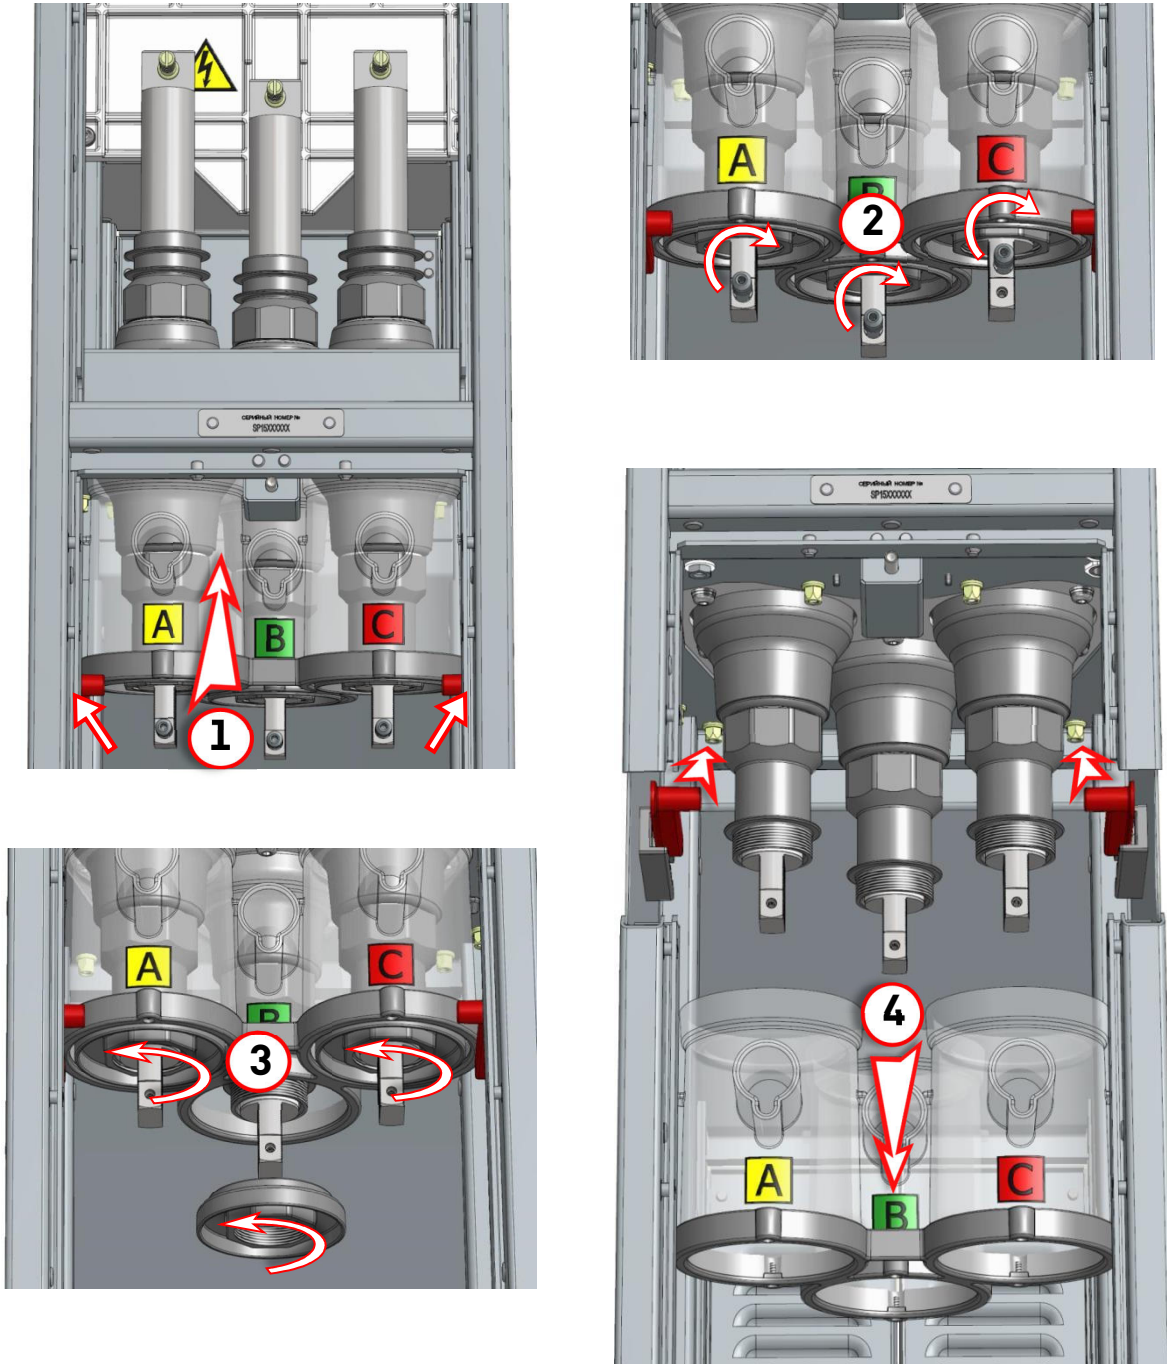

Рис.7.5. Демонтаж трехфазного комбинированного датчика тока и напряжения, часть 1
2. Демонтировать МВ шкафа в соответствии с указаниями п. **7.2.1.** Вид шкафа после проделанных операций примет вид, как показано на рис. **Рис.7.5**, где верхние и нижние выводы шин КДТН всех фаз свободны.
3. Поднять изолятор и зафиксировать его в верхнем положении (если не поднят), операция **1**, рис. **Рис.7.5**.
4. Выкрутить по часовой стрелке шпильки TER_SGdet_Stud_8 из токопроводящих шин КДТН со всех фаз, для чего на шпильке предусмотрен шлиц для выкручивания и закручивания с размером под ключ 8 мм, операция **2**, рис. **Рис.7.5**.
5. Начиная с фазы В, открутить пластиковые гайки на всех фазах, фиксирующие изолятор кабельного присоединения, операция **3**, рис. **Рис.7.5**.
6. Придерживая изолятор рукой, расфиксировать его фиксаторы, снять изолятор вниз и извлечь его из шкафа, операция **4**, рис. **Рис.7.5**.